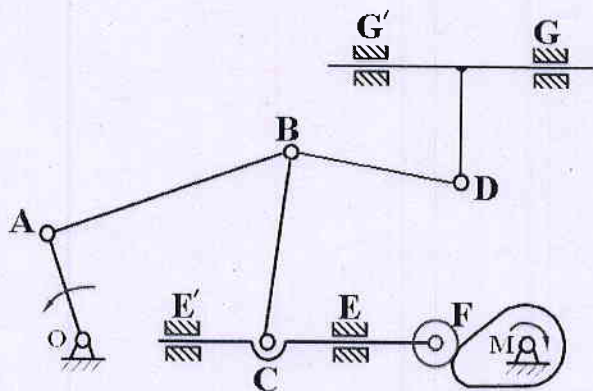

图 1 (题三、1 图)
1. (15 分) 试计算图 1 所示机构的自由度，若有复合铰链、局部自由度和虚约束请指明在何处。并说明该机构是否具有确定运动，为什么？